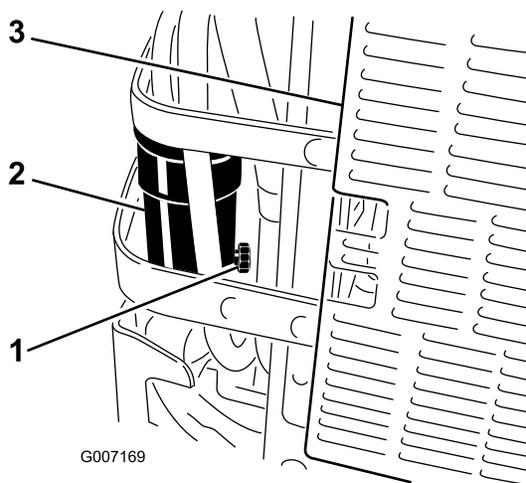

Figura 66
5. Abra a válvula de drenagem no separador de água aproximadamente 1 volta para permitir que a água e outros contaminantes drenem (Figura 66).
6. Feche a válvula de drenagem quando sair apenas gasóleo (Figura 66).